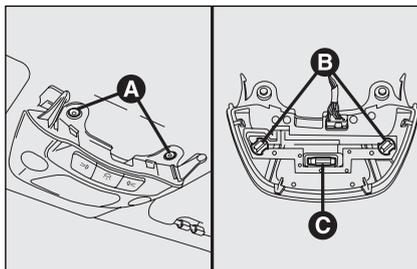

fig. 42
- svitare le 2 viti di fissaggio **A-fig. 42**, quindi ruotare in senso antiorario i 2 portalampe **B**;
- estrarre le lampade e sostituirle. Per sostituire la lampada **C-fig. 42**, svincolarla dai contatti laterali accertandosi che la nuova lampada risulti correttamente bloccata tra i contatti stessi.